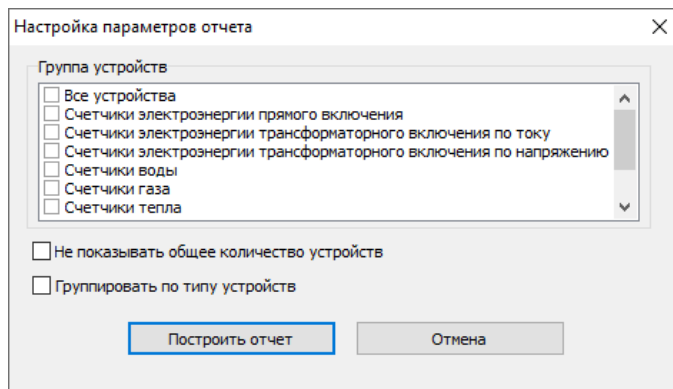

Рисунок 156 – Реестр устройств – Параметры отчета
- **Реестр устройств** – формируется для группы учета, группы каналов связи, канала связи, абонента или конкретного устройства в любом из деревьев **Объекты учета, Каналы связи, Адреса, Контрагенты** или **Питающие центры**. Формирует реестр устройств по выбранной группе учета с указанием группы устройства, модели, заводского номера, сетевого адреса устройства, а также лицевого счета, ФИО и адреса абонента. Имеется возможность сформировать отчет по определенному типу устройств и/или с группировкой по типам устройств и/или без указания общего количества устройств по каждому из типов. Данный выбор делается соответствующими отметками при настройке параметров отчета перед его построением (см. рисунок 156).